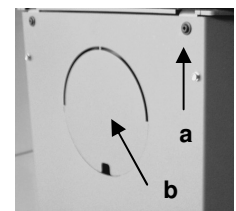
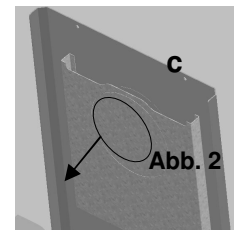

Abb. 1
Abb. 2
Ihr Kaminofen ist serienmäßig mit Rauchrohranschluss oben ausgestattet. Sollten Sie den Rauchrohranschluss von hinten wünschen, muss das Rückwandblech entfernt werden (4 Inbusschrauben (Abb.1 a, Schlüsselgröße 4). Anschließend das vorgestanzte kreisrunde Rondenblech außen (Abb. 1 b) und am Innenblech (Abb. 2 c) durch herausbrechen entfernen (die Bleche können nicht wieder verwendet werden). Anschließend die beiden Schrauben (SW 13) der Abdeckkrone an der Brennkammerrückseite lösen und Abdeckkrone mit Dichtung entfernen.
Der Kaminofen ist mit einem **Primärluftschieber (P)** zur Feinluftregulierung ausgestattet, dieser befindet sich unterhalb der Feuerraumtür links (siehe Abb. 2).